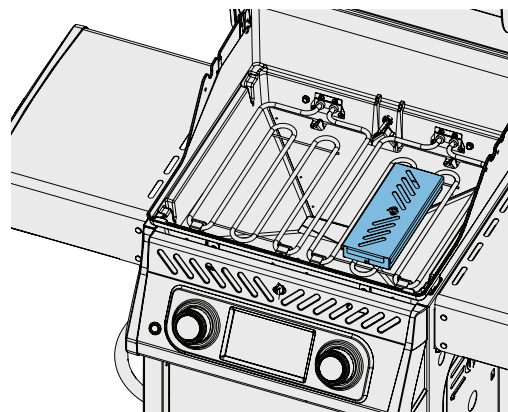

Fig. 6
1. Ta bort röklådan (om den används) och tvätta den i varmt såpvatten. (Fig. 6)